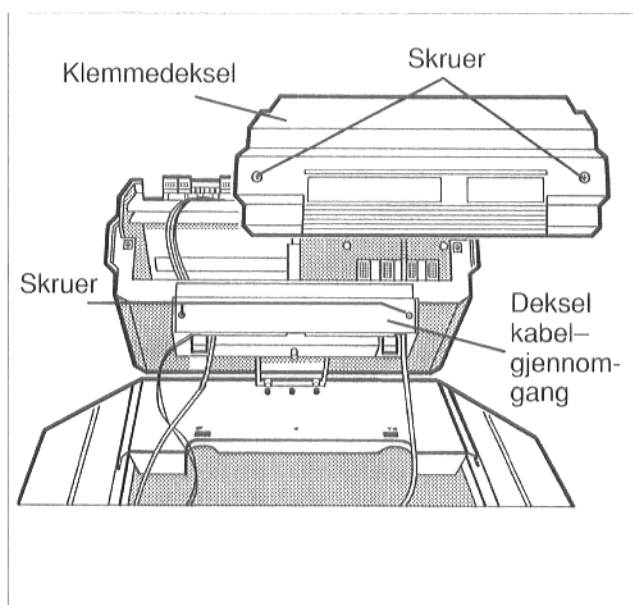

fig. 15
- De to skruene skrues ut av klemmedekselet til kontrollpanelet (fig. 15). Ta av klemmedekselet.
De to skruene dreies ut av dekselet på kabelgjennomgangen (fig. 15). Dekselet til kabelgjennomgangen tas av.